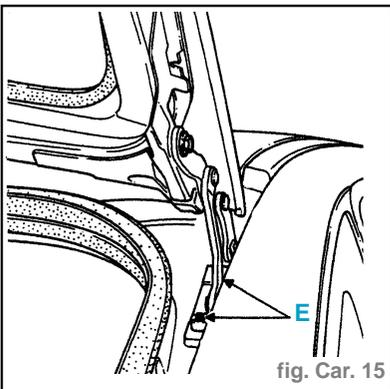

fig. Car. 15
- Dépose des fixations (E) à l'intérieur du véhicule. (fig. Car. 15)